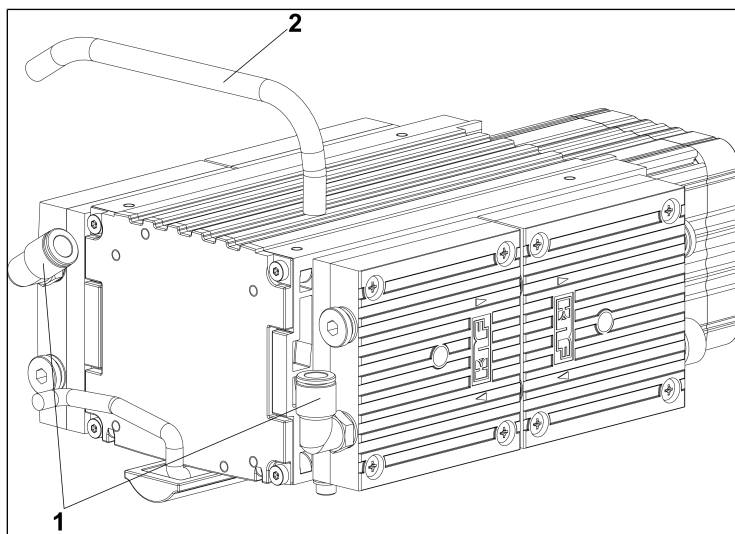

Fig.7: Démontage du raccordement
1. Desserrez le tuyau de raccordement (2/Fig. 7) en maintenant le joint enfoncé (1/Fig. 7).
2. Retirez délicatement le tuyau de raccordement (2/Fig. 7) du raccord vissé.
1. Insérez le tuyau de raccordement (2/Fig. 7) dans le raccord vissé jusqu'à la butée.